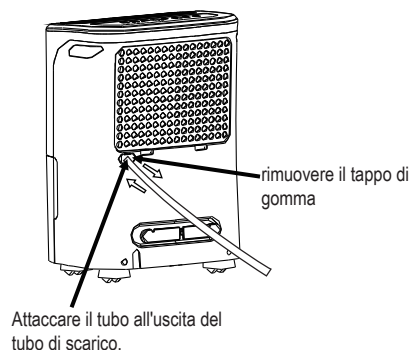

Fig.7
- Rimuovere il tappo di gomma dall'uscita del tubo di scarico. Attaccare un tubo di scarico (ID = 13,5 mm) e farlo arrivare fino ad uno scarico nel pavimento o ad un altro sistema di scarico idoneo (vedi Fig.7).